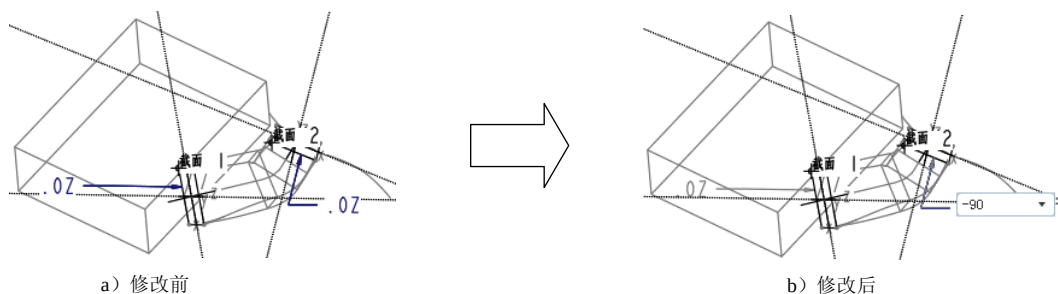

图 4.3.14 编辑特征
(1) 在模型树中选择  扫描混合 1，右击，从弹出的快捷菜单中选择 **编辑** 命令。
(2) 在图 4.3.14 a 所示的图形中双击 0Z，然后将该值改为-90（图 4.3.14b）。
(3) 单击“再生”按钮 ，对模型进行再生。